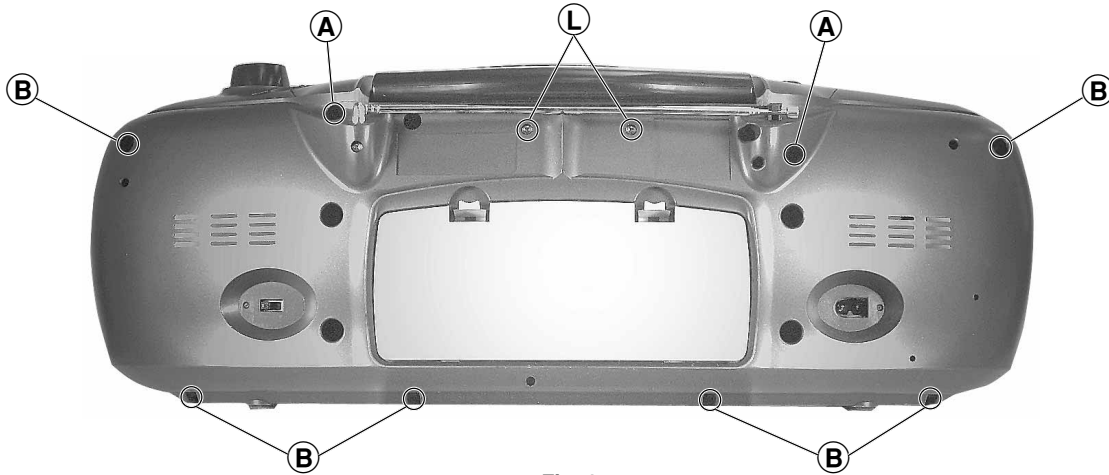

Fig. 1
- 2 Schrauben (A) (lang) und 6 Schrauben (B) (kurz) herausdrehen (Fig. 1).
- Undo 2 screws (A) (long) and 6 screws (B) (short) (Fig. 1).
- 2 Schrauben **L** (Fig. 1) herausdrehen.
- Undo 2 screws **L** (Fig. 1).